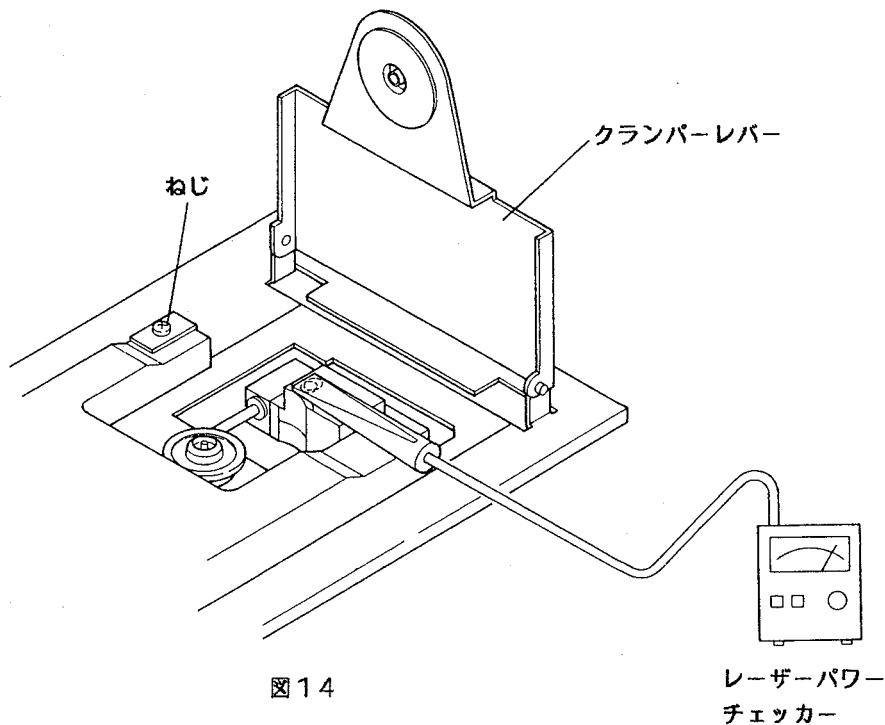

図14
3. ディスクトレイが一杯出たらクランパーレバーを垂直にたてます。(図14)
4. ディスクトレイのストッパー金具と取付ねじをはずしディスクトレイを前に取り出します。(図14)